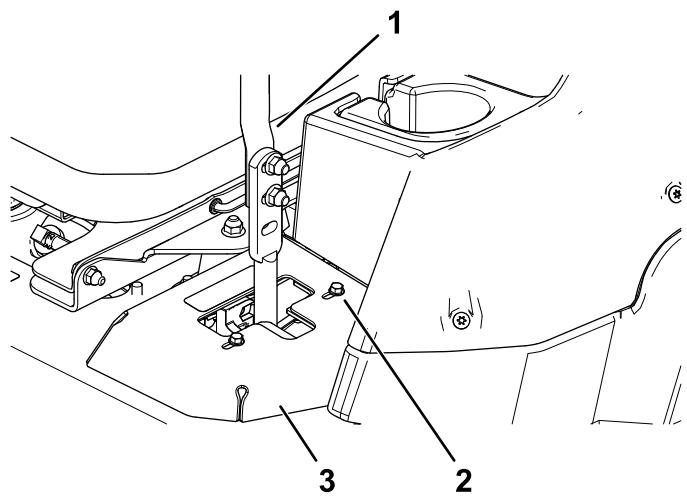

Figura 51
- Se a máquina virar para a direita, desaperte os parafusos e ajuste a placa do batente esquerdo para a ranhura em T esquerda até a máquina ficar a direito (Figura 51).
- Se a máquina virar para a esquerda, desaperte os parafusos e ajuste a placa do batente direito para a ranhura em T direita até a máquina ficar a direito (Figura 51).
8. Aperte a placa do batente (Figura 51).